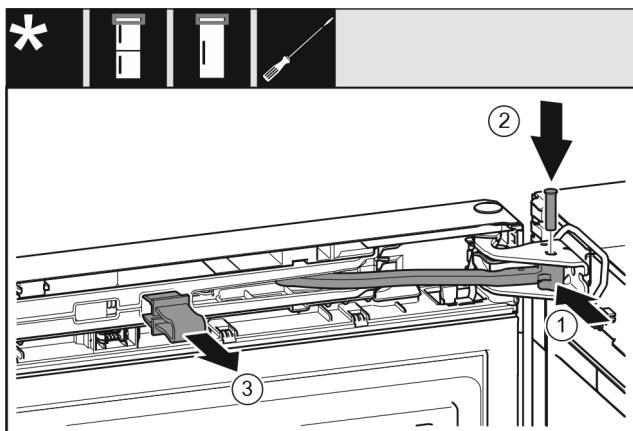

Fig. 50
- Поверните шарнир в опорном кронштейне. Fig. 50 (1)
- Вставьте палец в опорный кронштейн и шарнир. При этом следите за тем, чтобы выступ фиксатора занимал правильное положение в пазу. Fig. 50 (2)
- Снимите предохранитель. Fig. 50 (3)